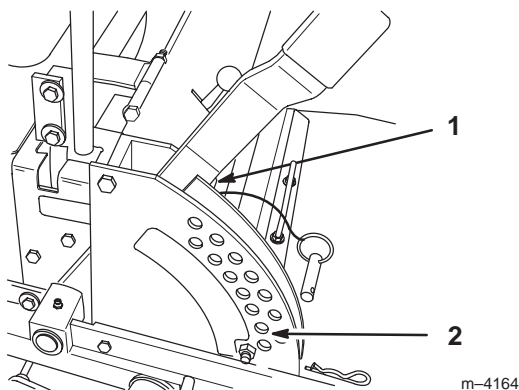

Figure 65
4. Relevez le plateau de coupe en position de transport et détendez les deux grands ressorts de levage du plateau en desserrant l'écrou situé devant chaque ressort (Fig. 65).
5. Placez deux cales de 38 mm d'épaisseur sous le bord inférieur arrière gauche et droit de la tondeuse. Placez une cale de 57 mm sous le bord inférieur central avant de la tondeuse. Sélectionnez la hauteur de coupe de 51 mm (Fig. 65).
1. Déplacez le levier de relevage du plateau de coupe à la position de transport (Fig. 65).